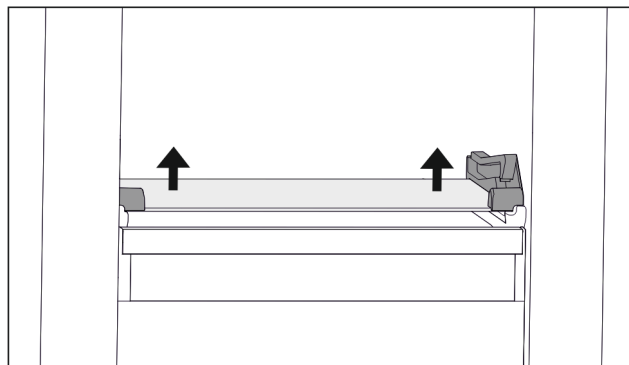

Fig. 92 Glassplate på nedvippbar skuff
- ▶ Trykk opp glassplaten nedenfra på begge sider. (se Fig. 92)